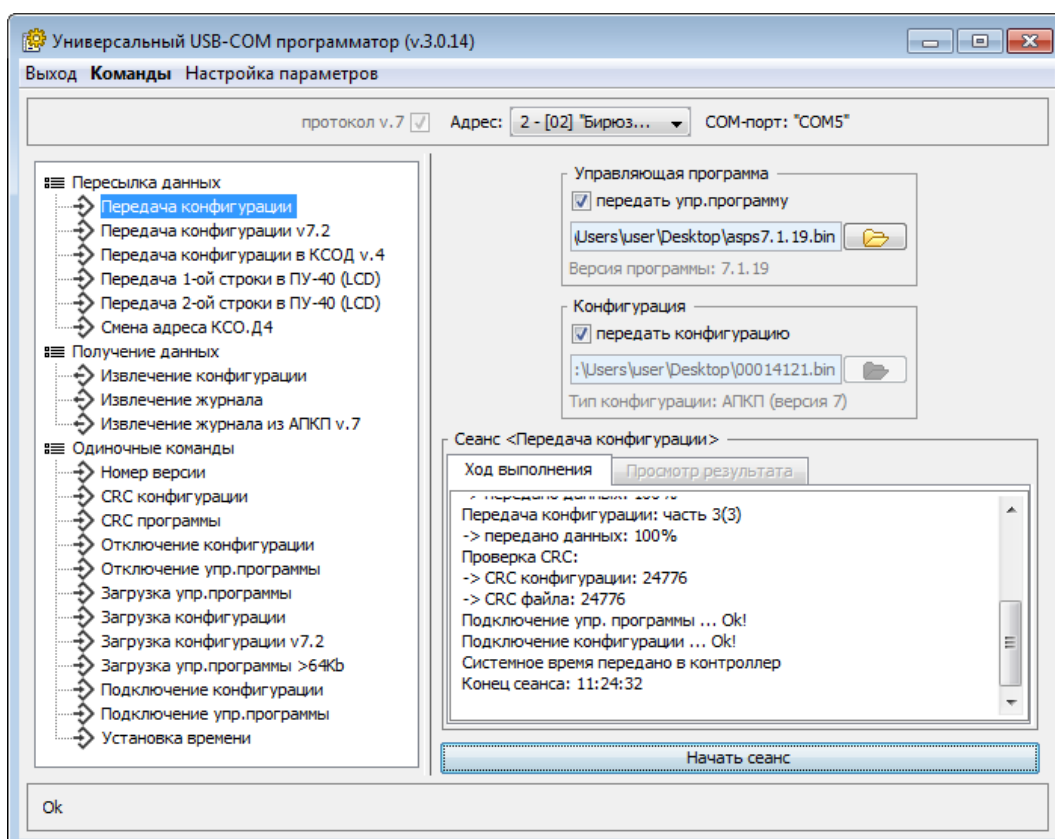

Рисунок 101. Универсальный USB-COM программатор. Программирование прибора
- 5) Нажать кнопку «Начать сеанс» и дождаться окончания сеанса программирования прибора (рисунок 101).